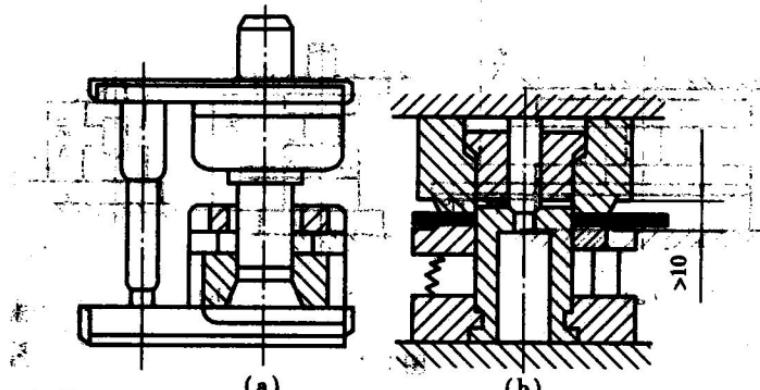

图1.1
(2) 在卸料板与凹模之间做成凹槽或斜面，并减少卸料板前后的宽度，如图 1.1(b) 所示。